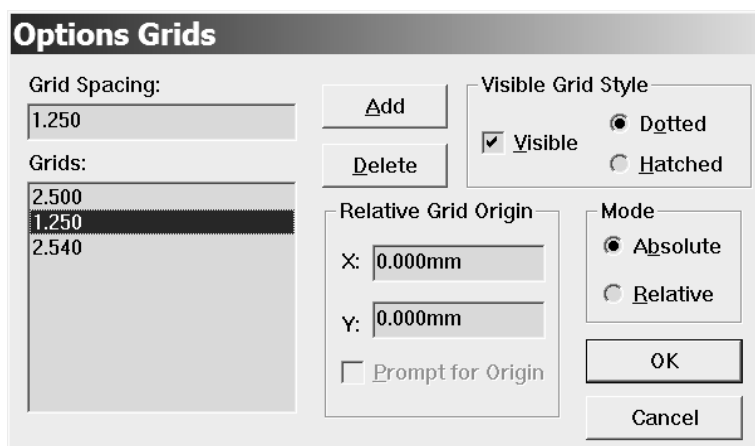

Рис.1.6.Задание параметров сетки
4. Команда Grids в меню Options показывает сетку, которая может выглядеть как в виде точек (Dotted), так и в виде клеток (Hatched), шаг сетки может быть задан пользователем (1,25; 2,5 ...). Рекомендуем установить шаг 1,25 мм (рис.1.6).